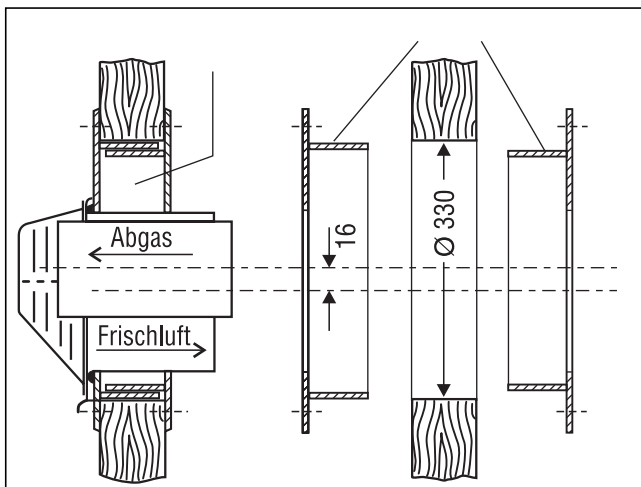

Abb. 4.5 Montage des Isolierteils
4.1.4 Montage des Frischluft-Abgas-Systems mit Holzwand-Isolierteil (Abb. 4.5)